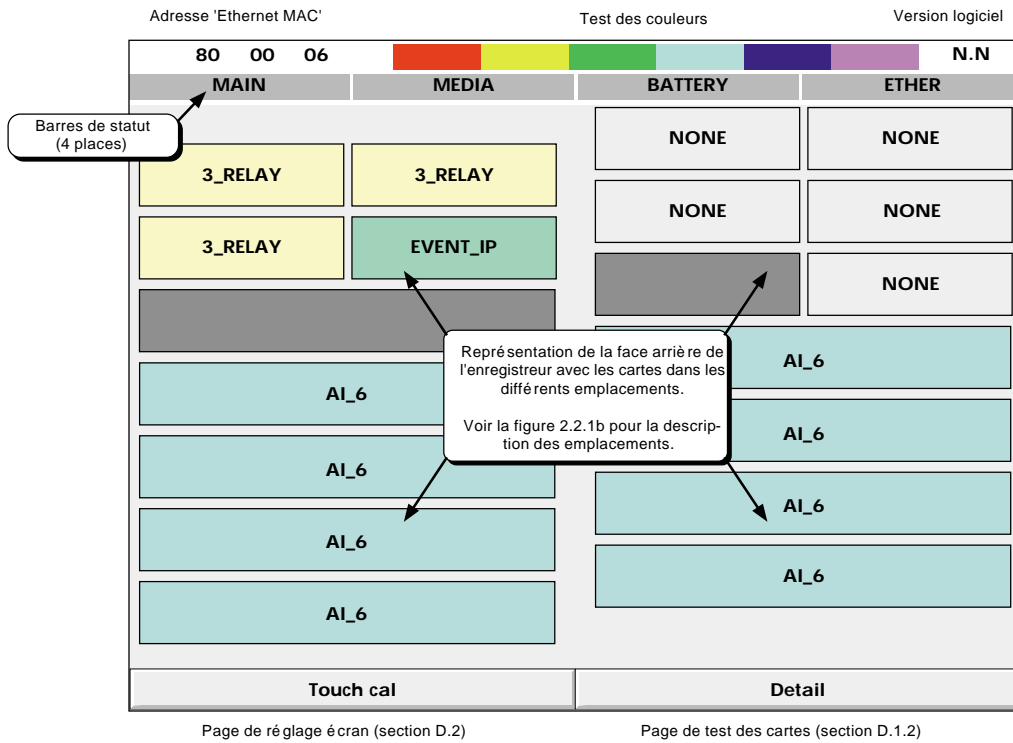
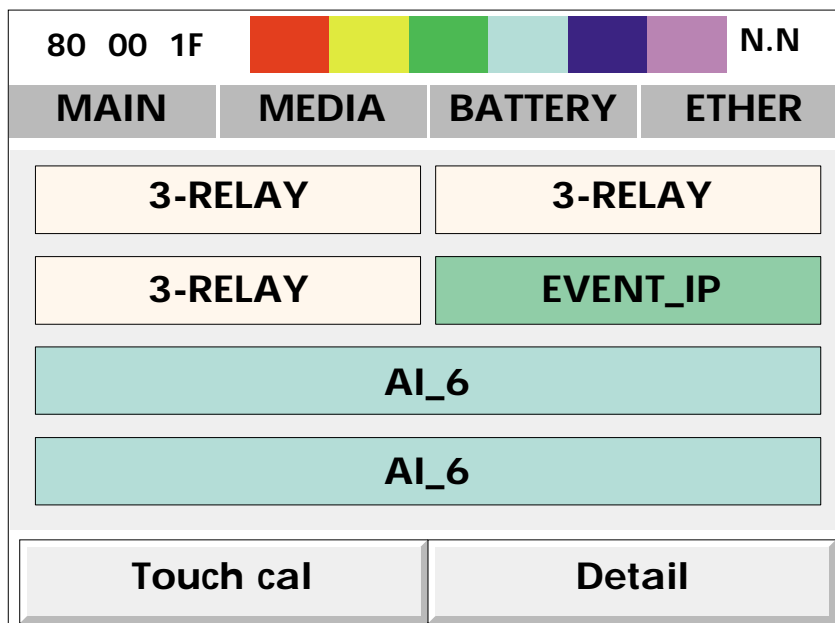
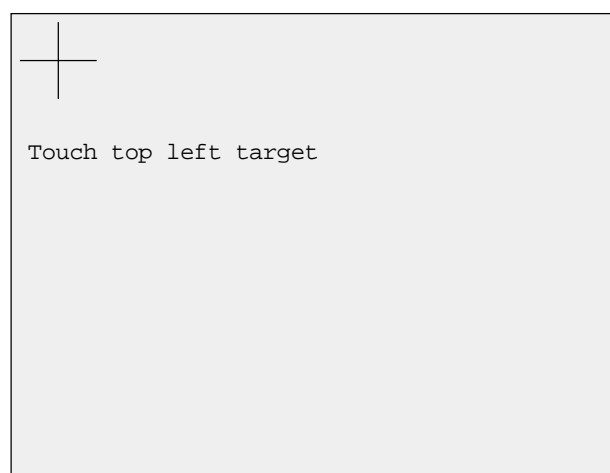

Figure B1a Premier menu de diagnostic pour les grands formats
Figure B1b Premier menu de diagnostic pour les petits formats
Figure B2 Première page de réglage écran
A la mise sous tension, en maintenant son doigt sur l'écran pendant environ 30 secondes, la fenêtre de diagnostics est affichée, comme le montre la figure B1a ci dessous pour les grands formats et B1b pour les petits formats. Au bout de 5 minutes d'inactivité, la page passe directement au calibrage de l'écran (figure B2).
1. A la mise en route de l’appareil, maintenir le doigt en contact avec l’écran jusqu’à ce que l’écran de diagnostic apparaisse (environ 30 s). Cet écran est décrit en figure B1a pour le modèle 180 mm et figure B1b pour le format 100mm. Appuyer sur la touche 'Touch cal' pour faire apparaître la page de réglage d’écran, voir figure B2.